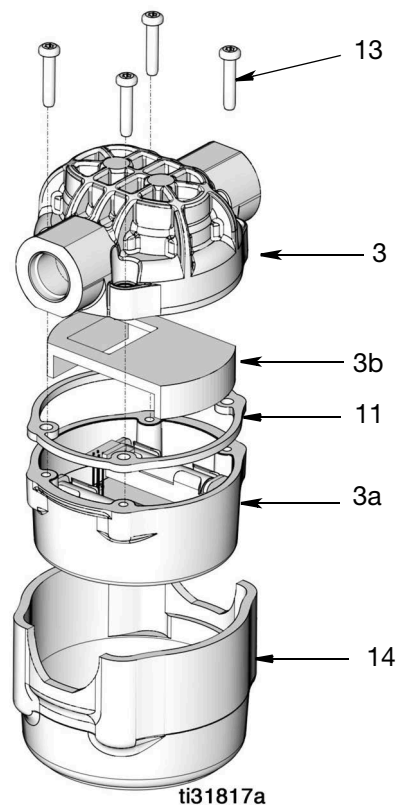

Рис. 14
2. Удалите защитный элемент (14) (Рис. 14).
3. Выверните 4 винта (13) из корпуса (3) расходомера и снимите панель (3а) электронного блока управления (Рис. 14).
4. Извлеките держатель (3b) аккумуляторов (Рис. 14).
7. Установите держатель (3b) аккумуляторов на место (Рис. 14).
8. (Заново установите уплотнение электронного блока управления (11) поверх кромки в верхней части расходомера (3). Поместите электронный блок управления (3a) поверх уплотнения электронного блока управления (11) (Рис. 14).
9. Установите на место винты (13) (Рис. 14). Затяните винты по диагонали с усилием 1,7–2,8 Н•м (15–25 дюйм-фунтов).
10. Установите на место защитный элемент (14) (Рис. 14).